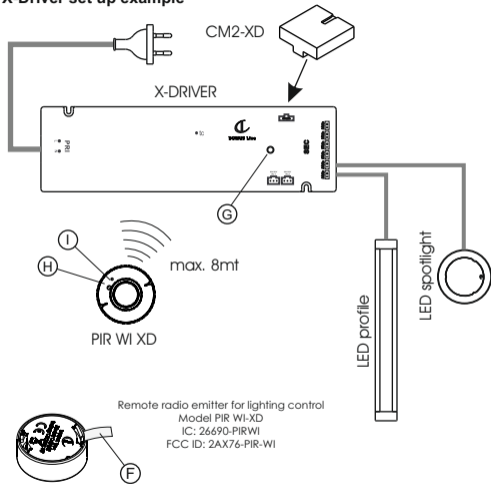

Fig.3
**COUPLING WITH STATIC LIGHT X-DRIVER WITH MODULE CM2-XD (Fig.3):**
- Remove the insulating tab (F) from the transmitter.
- Press the X-Driver button until the blue signalling LED (G) comes on and then press the PIR WIRELESS (H) button until the signalling LED (I) remains on steady, then briefly press the button (H) again until the signalling LED (I) flashes.
**VERKNÜPFUNG MIT X-DRIVER STATISCHES LICHT MIT MODUL CM2-XD (Abb.3):**
- Die Isolierlasche (F) vom Sender entfernen.
- Die Taste X-Driver drücken, bis die blaue LED-Anzeige (G) aufleuchtet und danach die Taste des PIR WIRELESS (H) drücken, bis die LED-Anzeige (I) eingeschaltet bleibt; nochmals kurz die Taste (H) drücken, bis die LED-Anzeige (I) einmal blinkt.